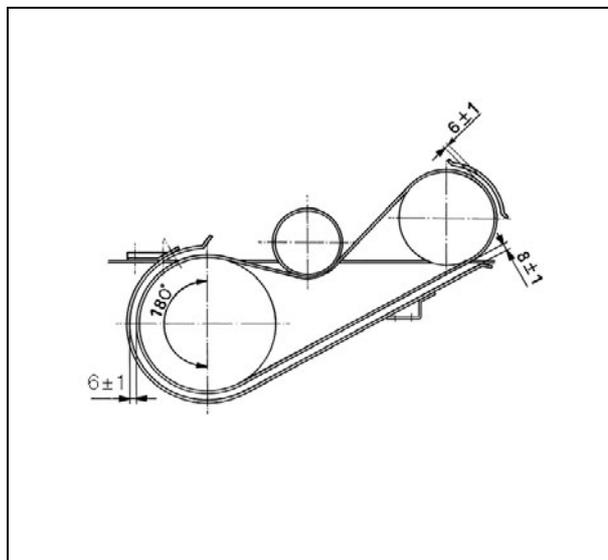

Рисунок 37
- После установки направляющих ремня отрегулируйте их, как показано на (Рис. 37).